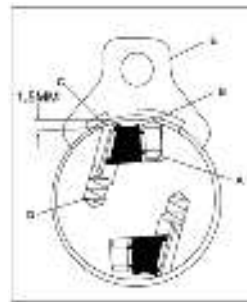

Рис. 4
8. Установите прижимную пластину ножа (B) (Рис. 4) в режущую головку. Поместите нож (C) в разъем режущей головки и надежно закрепите прижимную пластину, поворачивая винты (A) против часовой стрелки. Убедитесь, что режущая часть ножа направлена в правильном направлении. Отрегулируйте высоту выступа ножа согласно инструкциям далее. Высота выступа ножа должна регулироваться при каждом снятии/установке ножа. После того, как нож будет правильно закреп-